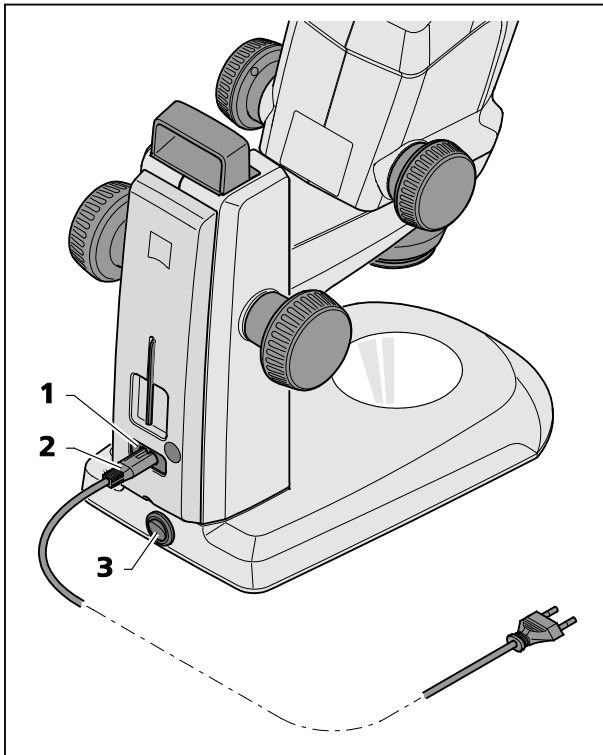

Fig. 12 Allacciare il microscopio stereoscopico
- Inserire il cavo di rete (Fig. 12/2) nella presa di allacciamento alla rete elettrica (Fig. 12/1) dello stativo.
- Connettere il cavo di rete (Fig. 12/2) a una presa di corrente.
- Accendere o spegnere il microscopio mediante l'interruttore di rete (Fig. 12/3).